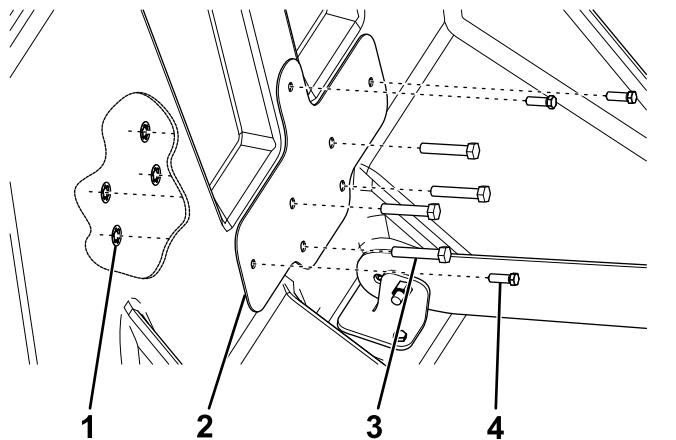

Figure 4
6. Fixez la plaque de montage intérieure à l'intérieur de la trémie à l'aide des 4 boulons indiqués ci-après pour votre épandeur et de 4 écrous pousoirs (Figure 4).
8. Fixez la plaque de montage intérieure sur la trémie à l'aide de 3 tire-fond (Figure 4).